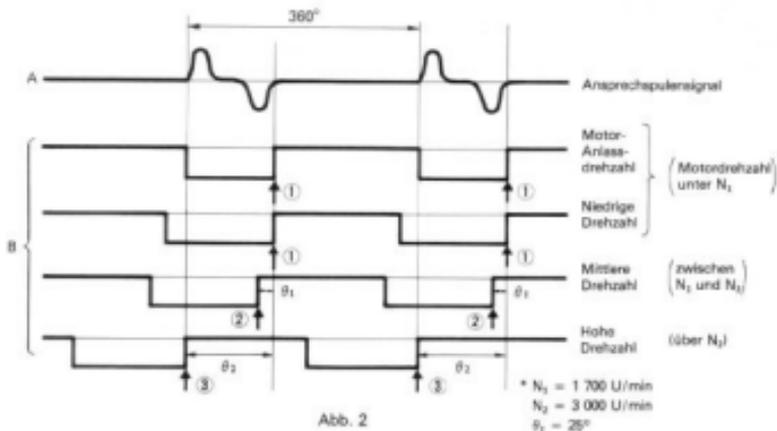

Abb. 2
Wenn sich der im System-Blockdiagramm oben gezeigte Signalrotor dreht, wird das Signal "A" in der Abnehmerspule erzeugt. Dieses Signal wird in der Zündeinheit zur Signal-Wellenform "B" umgewandelt. Der Zündzeitpunkt wird in Abhängigkeit zur Motordrehzahl gesteuert, wie in Abb. 2 gezeigt. Wenn die Motordrehzahl niedriger ist als N_1 , entspricht die in der Zündeinheit erzeugte Zündfolge der Form ①. Sie verändert sich zur Form ②, wenn die Motordrehzahl $N_1 \sim N_2$ wird. Im Stadium ② ist der Verstellwinkel θ_1 . Wenn die Motordrehzahl über N_2 liegt, entspricht die Vorzündung der Wellenform ③. Darüber hinaus verändert sich die Vorzündung nicht mehr. Der größtmögliche Verstellwinkel beträgt θ_2 .